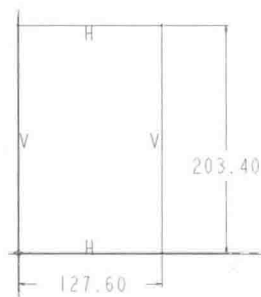

图 1-12 创建法向尺寸
(4) 单击【草绘】选项卡中【尺寸】区域的【法向】按钮,矩形自动出现尺寸,如图 1-12 所示。